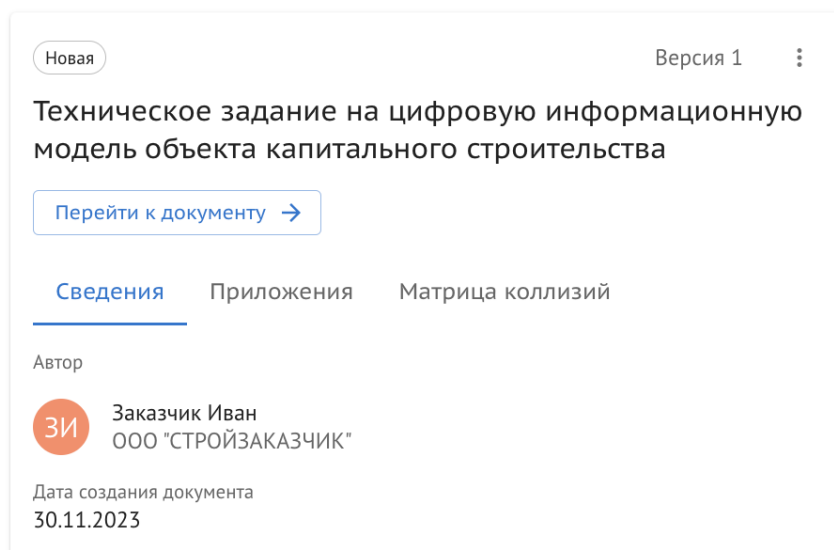

Рисунок 26. Карточка ТЗ. Сведения.
- Вкладка “Сведения”, где указан “Автор” и “Дата создания документа” (Рисунок 26);